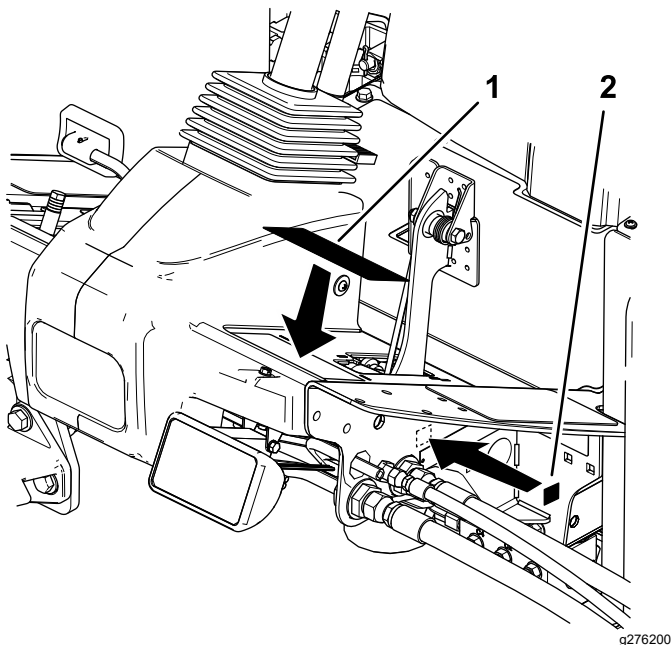

Figura 3
incluida en las piezas sueltas sobre la pegatina existente (**Figura 3**).
- Coloque la pegatina CE junto a la placa del número de serie de la máquina (**Figura 3**).